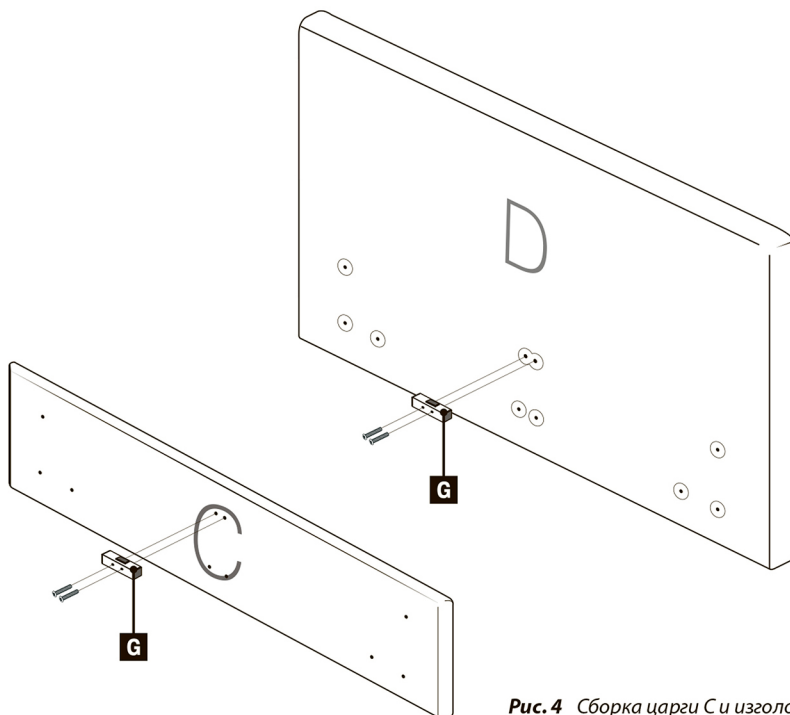

Рис. 4 Сборка царги C и изголовья D
5. На ножную царгу **C** закрепите полку **G** винтами **M8x50** (рис. 4)
6. Аналогичную полку **G** закрепите винтами **M8x50** на изголовье **D** (рис. 4)